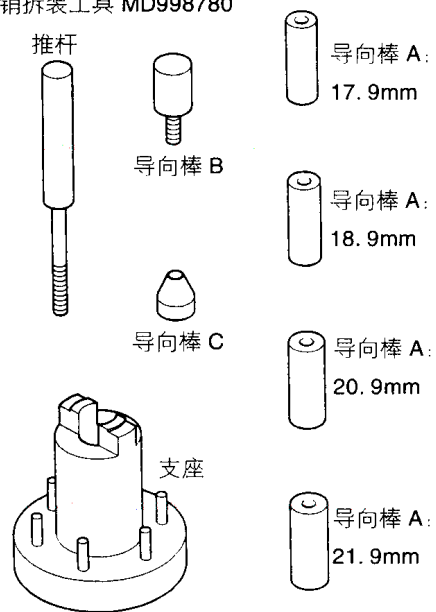
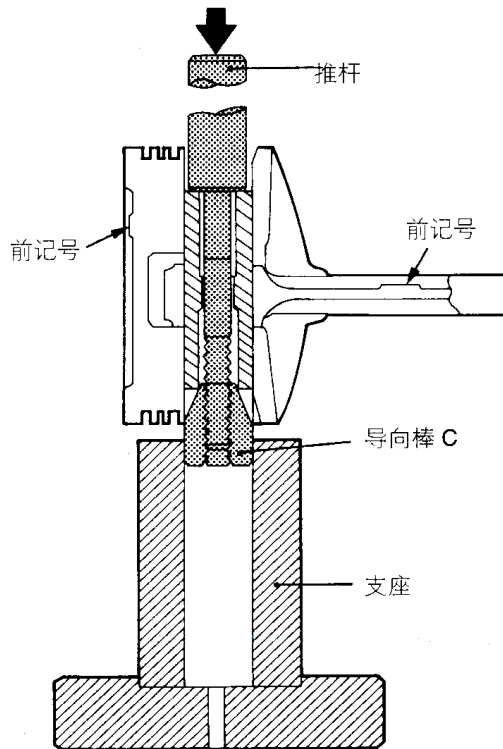

图 2-84 活塞销拆装工具
图 2-85 拆卸活塞销
(2) 拆卸活塞销时，把推杆（专用工具）从位于活塞头上的前记号侧插入活塞，并把导向棒 C 装到推杆的尾端（图 2-84）。在前记号朝上的状态下把活塞和连杆部件放在活塞销拆装支座（专用工具）上，如图 2-85 所示，用压力机压出活塞销。注意将拆下的各缸活塞、活塞销和连杆按缸号分开放好。